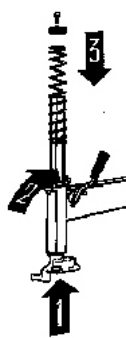

рис.19c
Вытащить штангу. Снять пружину и снова вставить штангу (рис.19c) (1) в первоначальное отверстие, фиксируя ее (рис.19c) (2).
Вставить пружину в верхнюю часть штанги (рис.19c) (3) и закрутить колпачок ключом для внутренних шестигранников 6мм.